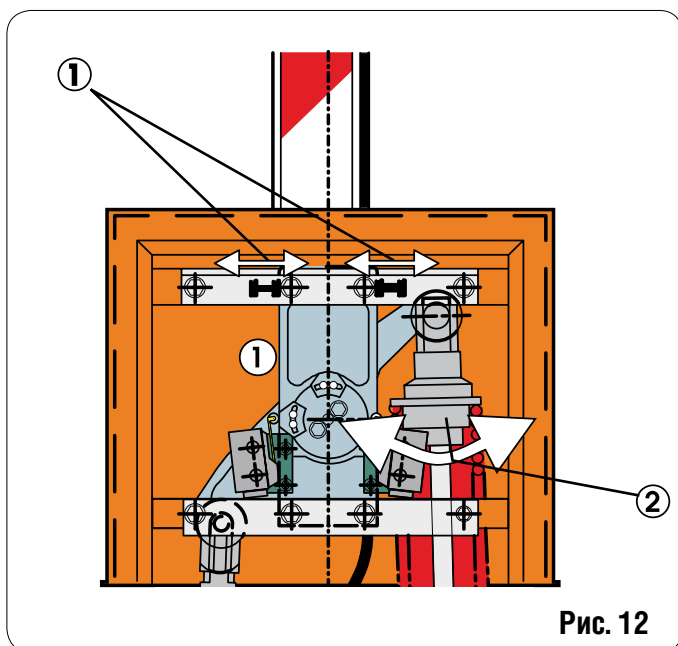

Рис. 12
- Отрегулируйте вертикальное и горизонтальное положение стрелы с помощью механических упоров (Рис. 12 поз. 1). Выполните балансировку стрелы как описано в параграфе 4.4
- Поставьте стрелу на 45°, если она произвольно движется вниз, крутите гайку пружины (рис. 12 поз. 2) по часовой, если стрела произвольно движется вверх, крутите гайку против часовой стрелки. Стрела считается отбалансированной, если под углом 45° она стоит неподвижна